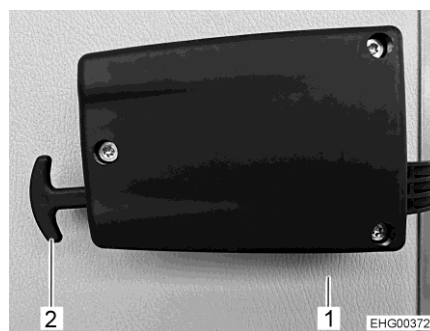

Bild 61 Notentriegelung Garagenklappe
- An beiden Griffen der Notentriegelung (Bild 61,2) ziehen.
- Garagenklappe (Bild 61,1) nach außen drücken.